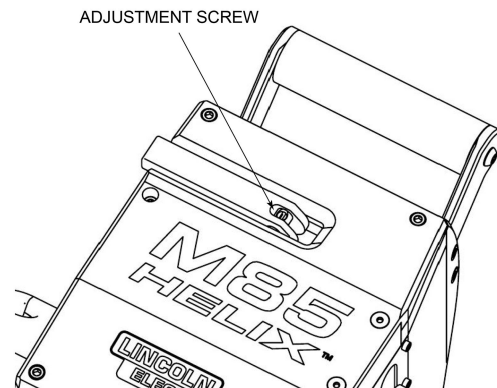

Figura 16: Vite di regolazione
1. Per regolare la tensione della leva della frizione, utilizzare un cacciavite a taglio per ruotare la vite di regolazione - vedere Figura 16: Vite di regolazione alla pagina A-12. Ruotare la vite di regolazione in senso antiorario per aumentare la tensione e in senso orario per diminuire la tensione.